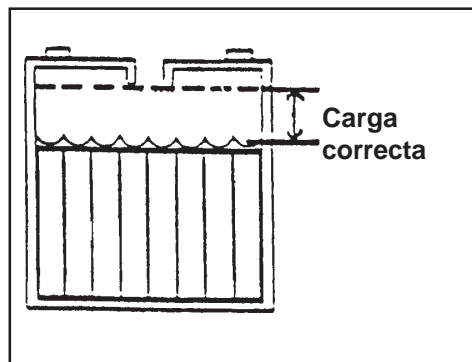

Figura 5
1. Mantenga el electrolito al nivel correcto. El nivel correcto se encuentra entre 1/4" (1/2 cm) por debajo del fondo del tubo en cada elemento y por encima de las partes superiores de las placas. Verifique el nivel del electrolito cada vez que cargue las baterías (consulte la figura 5).